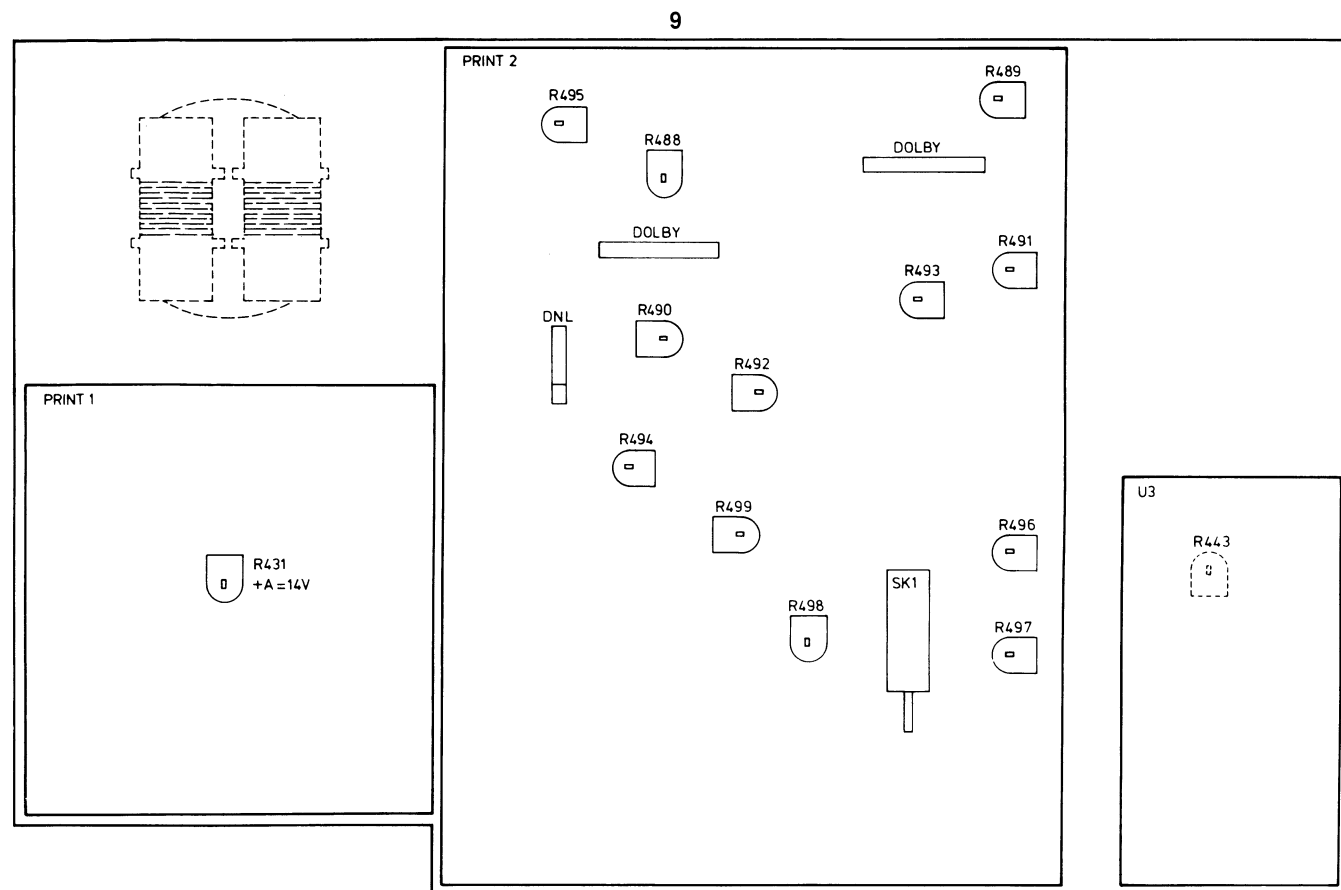

Fig. 10
I. EINSTELLEN DER INDIKATOREN UND DER WIEDERGABEEMPFINDLICHKEIT (Abb.10 und 13)
II. EINSTELLEN DES VORMAGNETISIERUNGSTROMES (Abb. 10)
IV. EINSTELLEN DER AUFNAHMEEMPFINDLICHKEIT (Abb. 10 und 13)
V. ABGLEICH DES 19 kHz FILTERS (Abb.10+13)
VII. EINSTELLEN DER BANDGESCHWINDIGKEIT (Abb. 10+13)
VIII. EINSTELLEN DER SPEISESPANNUNG (Abb. 10+13)